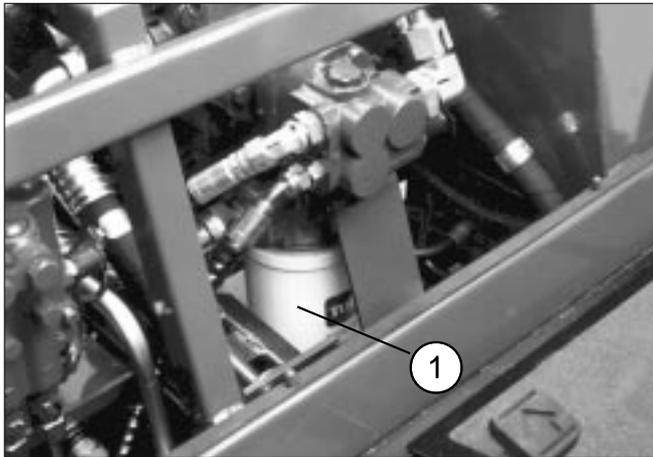

図 42
2. フィルタ取り付け部付近をきれいに拭う (図 42)。フィルタの下に廃油受けを置き、フィルタを外す。